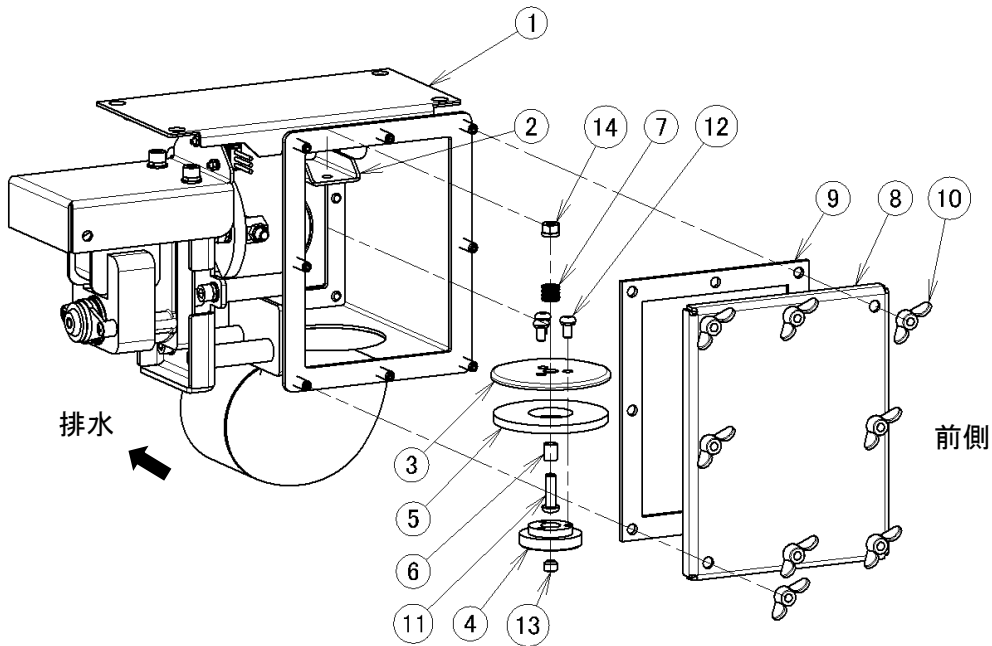

図 8-12
8. 3. 7 排水弁(図 8-12)
4) 排水弁ゴム板の交換(図 8-12,15,16)
- ・ ⑬六角穴付止めネジを緩め取り外します。
- ・ 六角レンチで⑪六角穴付ボタン小ネジを固定して、⑭SW・Nセットを緩め②水洗用弁ウデより排水弁ゴム板組立品(③④⑤⑫)を取り外します。
- ・ ⑥スペーサーリング⑦弁押えスプリングも同時に外れます。
- ・ 3箇所⑫六角穴付ボタン小ネジを緩め⑤排水弁ゴム板を取り外し組み換えます。